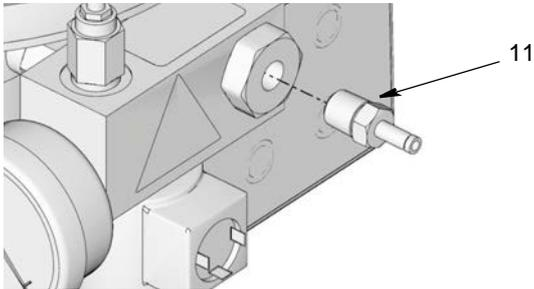

FIG. 16
4. Fixer les deux ensembles raccordement banjo (b et d) tel qu'illustré dans FIG. 16